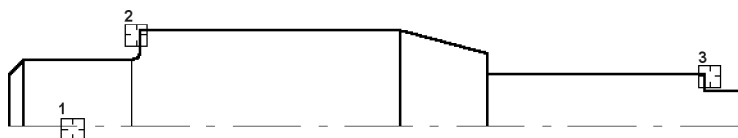

Рис. 18.13. Выравнивание отрезков по осевой линии
12. Продлите до осевой линии два небольших вертикальных отрезка (рис. 18.13). В качестве границы выравнивания укажите осевую линию (курсор 1). Далее укажите выравниваемые отрезки (курсоры 2 и 3).